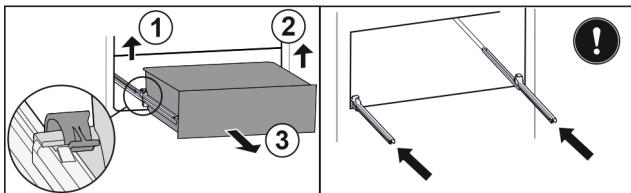

Fig. 129
- ▶ Nadvihnite ľavú svorku a súčasne ťahajte zásuvku vľavo dopredu. Fig. 129 (1)
- ▶ Nadvihnite pravú svorku a súčasne ťahajte zásuvku vpravo dopredu. Fig. 129 (2)
- ▶ Odoberte zásuvku dopredu. Fig. 129 (3)